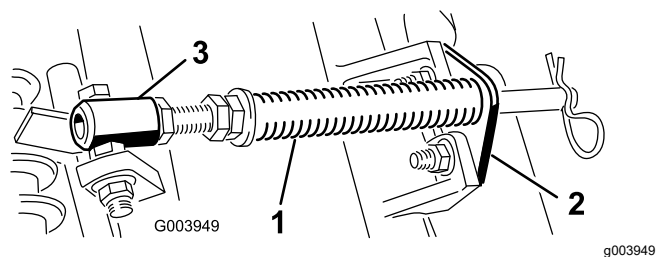

図 10
- A. カッティングユニットのタブにロッドブラケットを固定しているキャリッジボルト2本を外す図 10。
- B. スプリングチューブのボルトをキャリアフレームのタブに固定しているフランジナット図 10を外す。